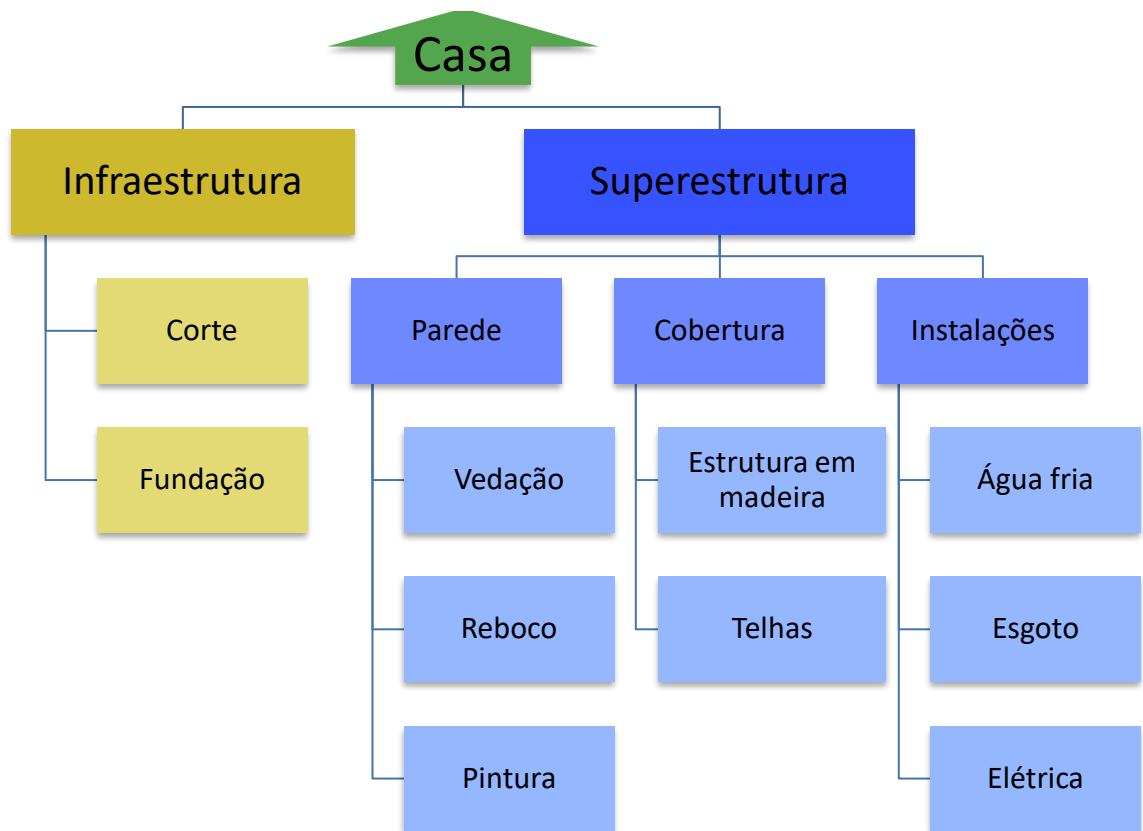

Figura 2: EAP em árvore, permitindo rápido entendimento sobre o relacionamento entre as tarefas
- **Árvore**: Evidencia as ramificações, permitindo **melhor visualização** da relação entre as atividades, porém fornecendo pouca informação sobre cada tarefa, como sua quantidade e seu custo unitário (Figura 2);